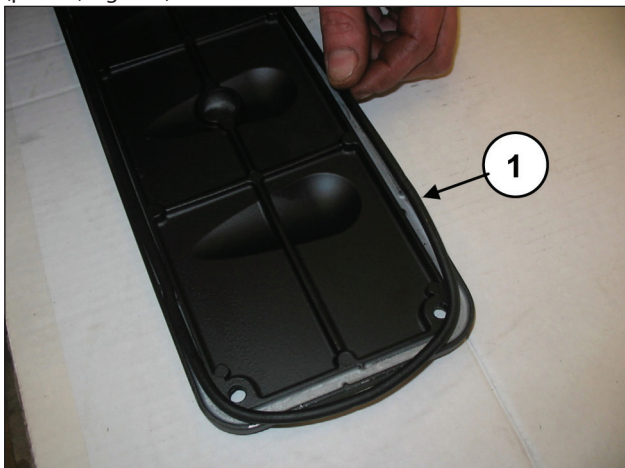
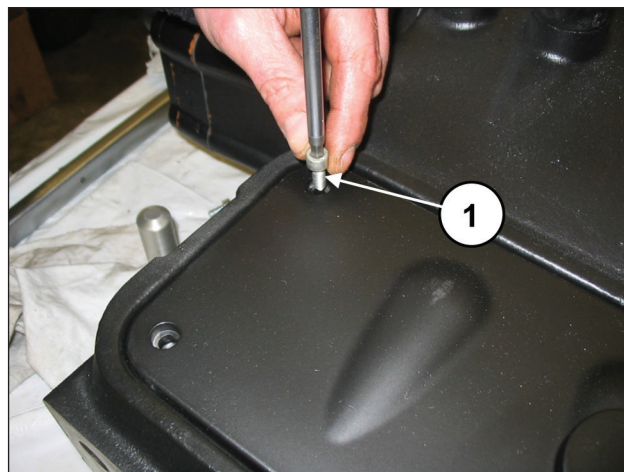

Fig. 154
Fig. 155
Sui coperchi ispezione inserire l'O-ring (pos. ①, Fig. 154) e montare i coperchi mediante l'utilizzo di 4+4 viti M6x14 (pos. ①, Fig. 155).